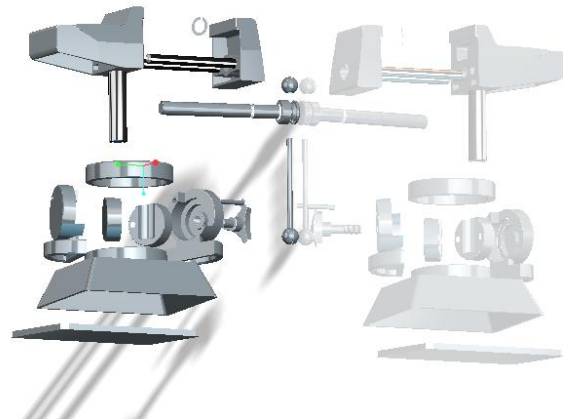

図 9-34 拡張リアリズム
- ツール「拡張リアリズム」をクリックすると、3D分解画像が「鏡」状態になり、図 9-34 に示すように正面投影に見えない部品詳細が右側画像に写し出すことができる。